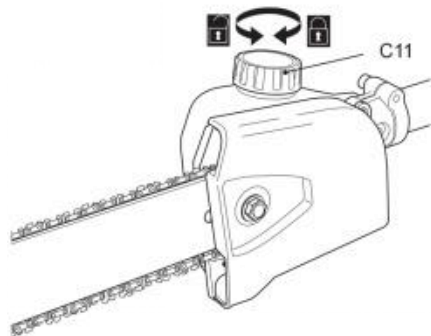

Fig. 16
2) Dévissez et retirez le bouchon du réservoir d'huile (C11) (Fig. 16), puis ajoutez du lubrifiant approprié dans le réservoir. Nous vous recommandons d'utiliser une huile de chaîne respectueuse de l'environnement spécialement destinée à être utilisée avec ce produit.